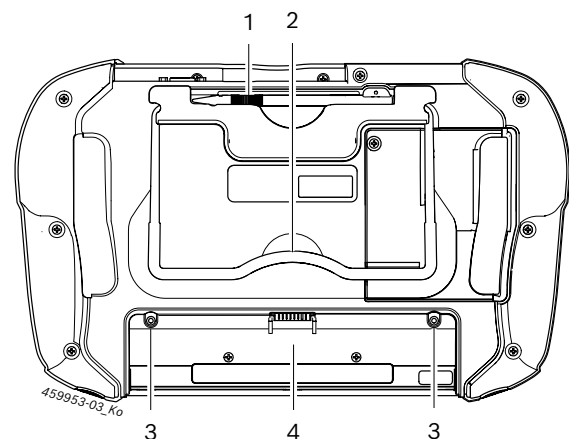

Fig. 3: Parte inferioară KTS 350
- Împingeți acumulatorul în compartimentul pentru acumulator și fixați-l cu cele două șuruburi de pe acumulator (vezi Fig. 3, poz. 3).